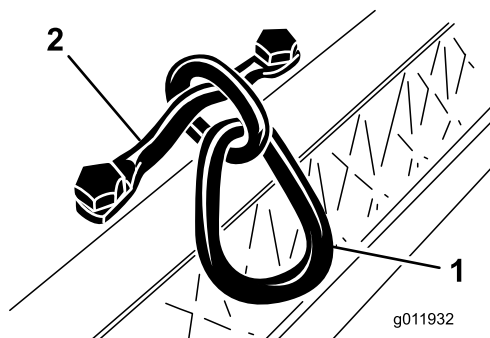

Figura 5
Montate il tirante a catena sulla parte superiore dell'apparato di taglio per mezzo della staffa di montaggio e delle (2) viti a testa cilindrica. Serrate le viti a testa cilindrica a una coppia di 34-40 Nm. Estremità larga del tirante da agganciare al gancio di sospensione del trattorino (Figura 5).